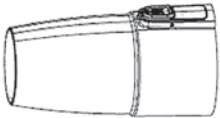

Рис. 4
2. Выровнять сопло с выступом на трубе воздуходувки (рис. 4). Установите сопло на трубу воздуходувки до щелчка замка (рис. 5).